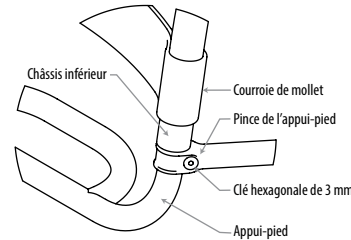

Figure 17.26
- 1 À l'aide d'une clé hexagonale de 3 mm, desserrez les vis d'assemblage à tête creuse sur la pince. (Voir la figure 17.26)